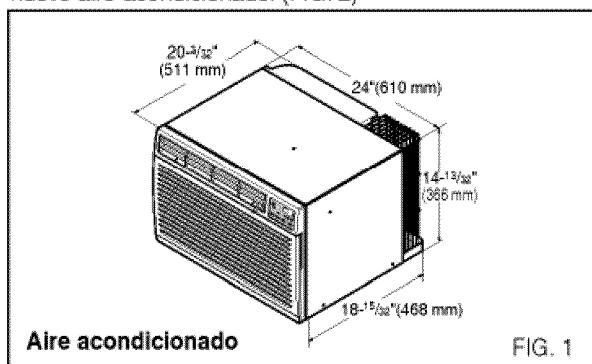

FIG. 1
**Si utiliza un soporte de pared de pared ya existente,** deberá medir sus dimensiones. Instale el nuevo aire acondicionado según estas instrucciones de instalación para lograr el mejor funcionamiento. Todos los soporte de pared de pared utilizados para montar el nuevo aire acondicionado deben estar en buenas condiciones estructurales y contar con una rejilla trasera para conectar el nuevo aire acondicionado de forma segura. (FIG. 1)